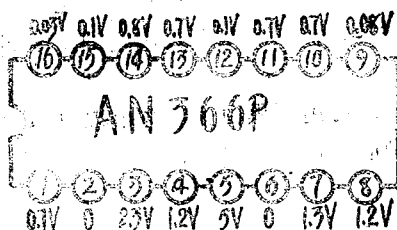

图11 NA366P典型工作电压值
5. 典型工作电压值：见图11
6. 开路电阻值（500 型万用表1K档黑表笔接②脚）；